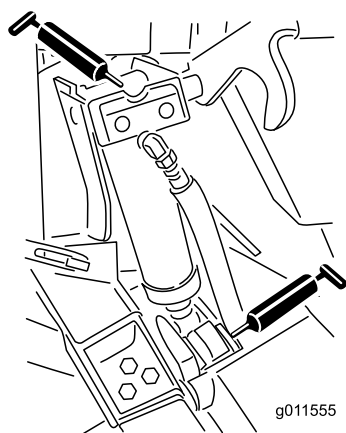

Figura 73
- Quatro casquilhos do cilindro de elevação (Figura 73)